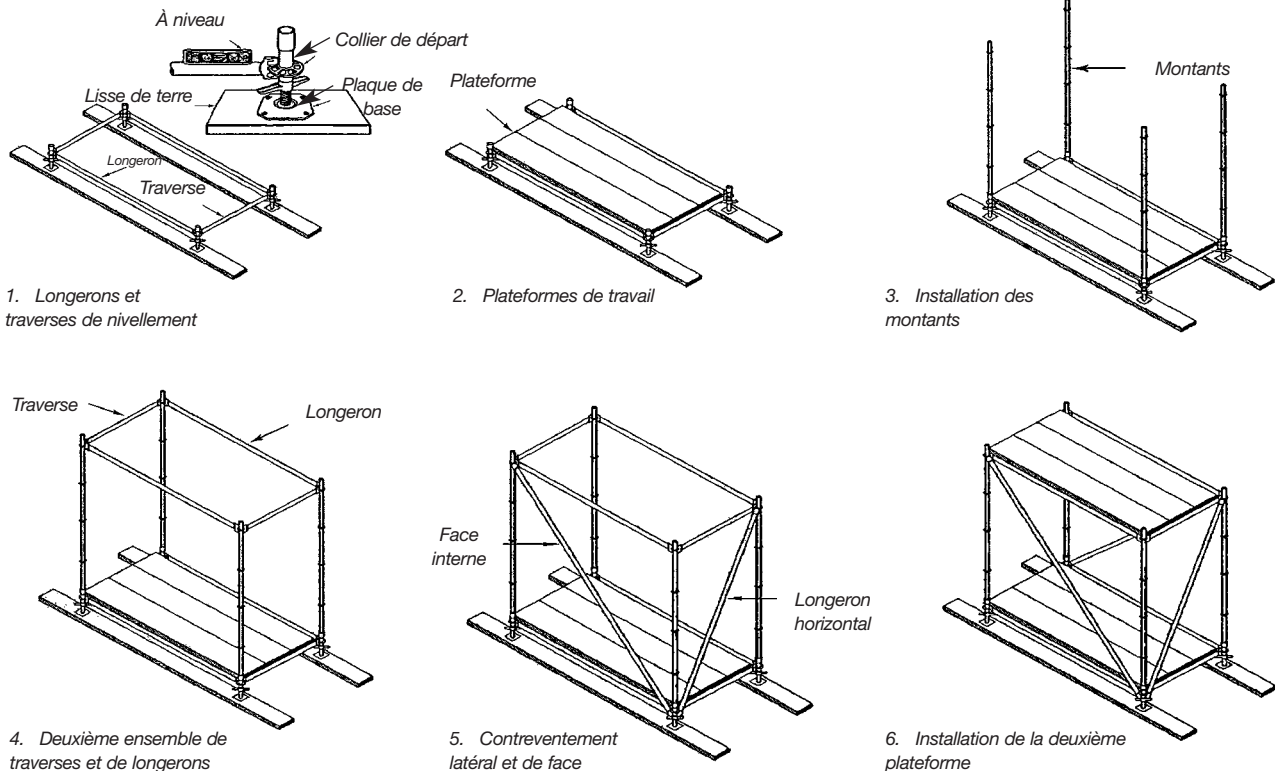

Figure 6.10
**Les colliers de départ** sont de petits montants comportant un ensemble d'anneau ou de rosette de système. On les utilise parce qu'une seule personne peut facilement mettre en place le premier ensemble de traverses et de longerons (figure 6.10).
La figure 6.10 présente la procédure de montage type d'un système d'échafaudage.